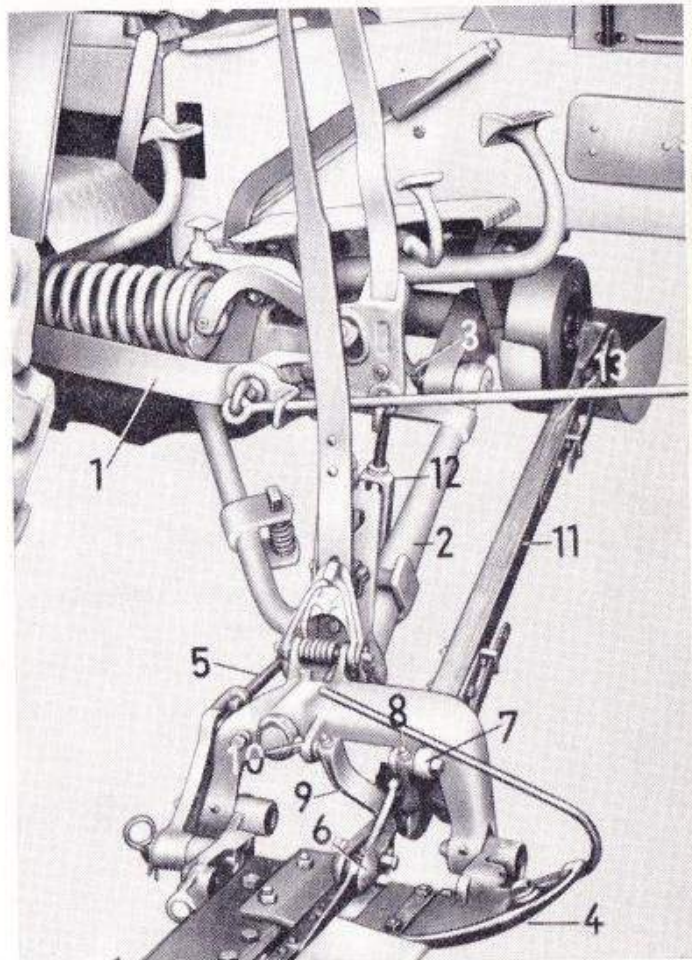

Bild 30
3. Handaufzug 1 (Bild 30) mit Trag-
6. Abstützung 2 (Bild 30) mit Zapfen einhängen und Klappfederstecker 3 sichern.
7. Handaufzug 1 (Bild 30) abnehmen.
7. Beim Transport Mähbalken durch Anhängestange 13 (Bild 30) befestigen.
7. Abstützung (Bild 30) mit Zapfen einhängen und mit Klappfederstecker 3 sichern.
14. Senkrechtes Aufzugglied 12 (Bild 30) mit Gabel nach unten einhängen. Bolzen mit Federstecker sichern.